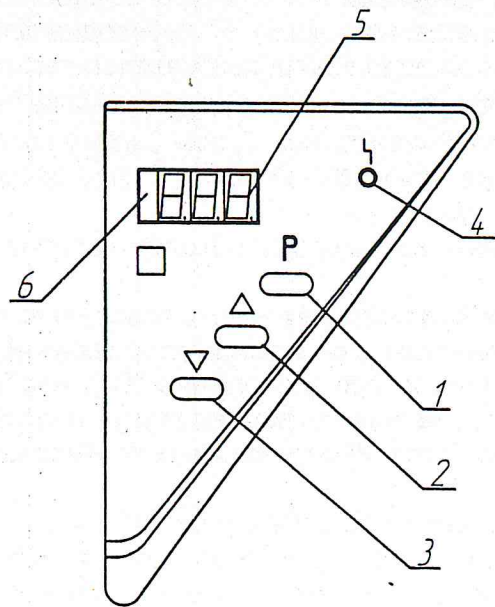
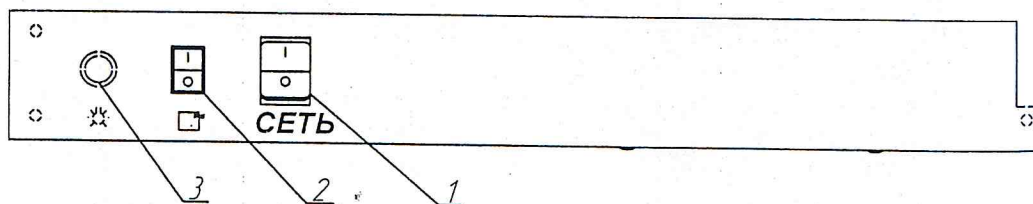

Рисунок 2. Расположение органов управления термостатом на блоке управления:
Рисунок 3. Расположение органов управления термостатом на силовой панели:
Блок управления (рис.2) предназначен для автоматического управления процессом термостатирования в термостате.
Нажать на клавишу "СЕТЬ" (поз.1 рис.3) при этом на дисплее панели управления (поз. 5 рис. 2) высвечивается температура в камере термостата.
Для просмотра значения установленной температуры нажмите кнопку "P" (поз.1 рис.2), при этом блок управления перейдет в режим индикации установленной пользователем температуры.
Корректировка требуемой температуры осуществляется следующим образом: нажатием на кнопку "P" переводим блок управления в режим индикации установленной пользователем температуры. Для корректировки этой температуры использовать кнопки "Δ" – увеличение и "∇" – уменьшение (поз. 2, поз. 3 рис. 2) соответственно. Для сохранения откорректированной температуры нажмите на кнопку "P".
При необходимости можно включить освещение камеры (кнопка поз. 3 рис. 3), включить/выключить вентилятор кнопкой (поз. 2 рис. 3). При выключенном вентиляторе (положение "O"), необходимо учитывать, что точность поддержания температуры ухудшается.
Индикатор (поз. 6 рис. 2) сигнализирует о включении нагревателя.
При загорании индикатора перегрева (поз. 4 рис. 2), сигнализирующем об аварийном превышении температуры (>75 °C), необходимо выключить термостат и принять меры к устранению неисправностей.
2.3.2 Вилку сетевого шнура включить в сеть. Нажать на клавишу "Сеть" (поз.1 рис.3), при этом загорится дисплей текущей температуры, показывающей температуру внутри камеры.
2.3.4 По окончании работы термостат выключить нажатием на клавишу "СЕТЬ" (поз.1, рис. 3).